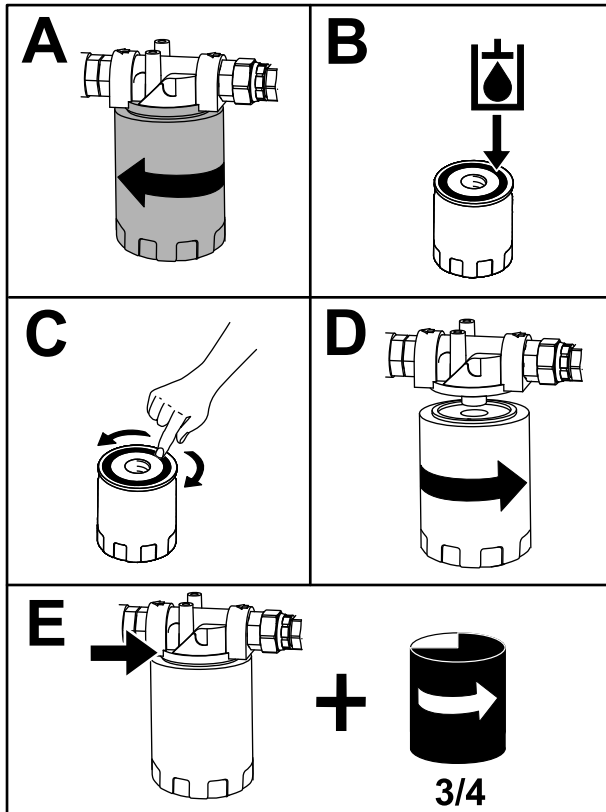

Figure 35
2. Coloque un recipiente debajo del filtro y reemplace el filtro (Figure 35).